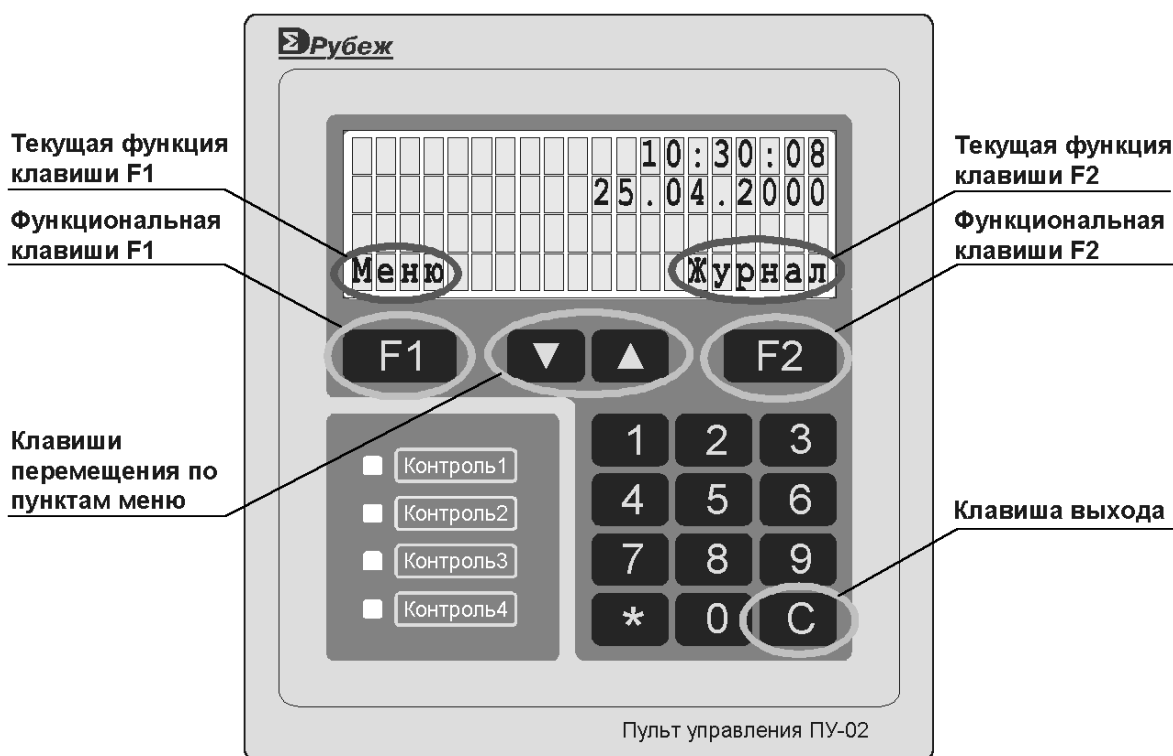
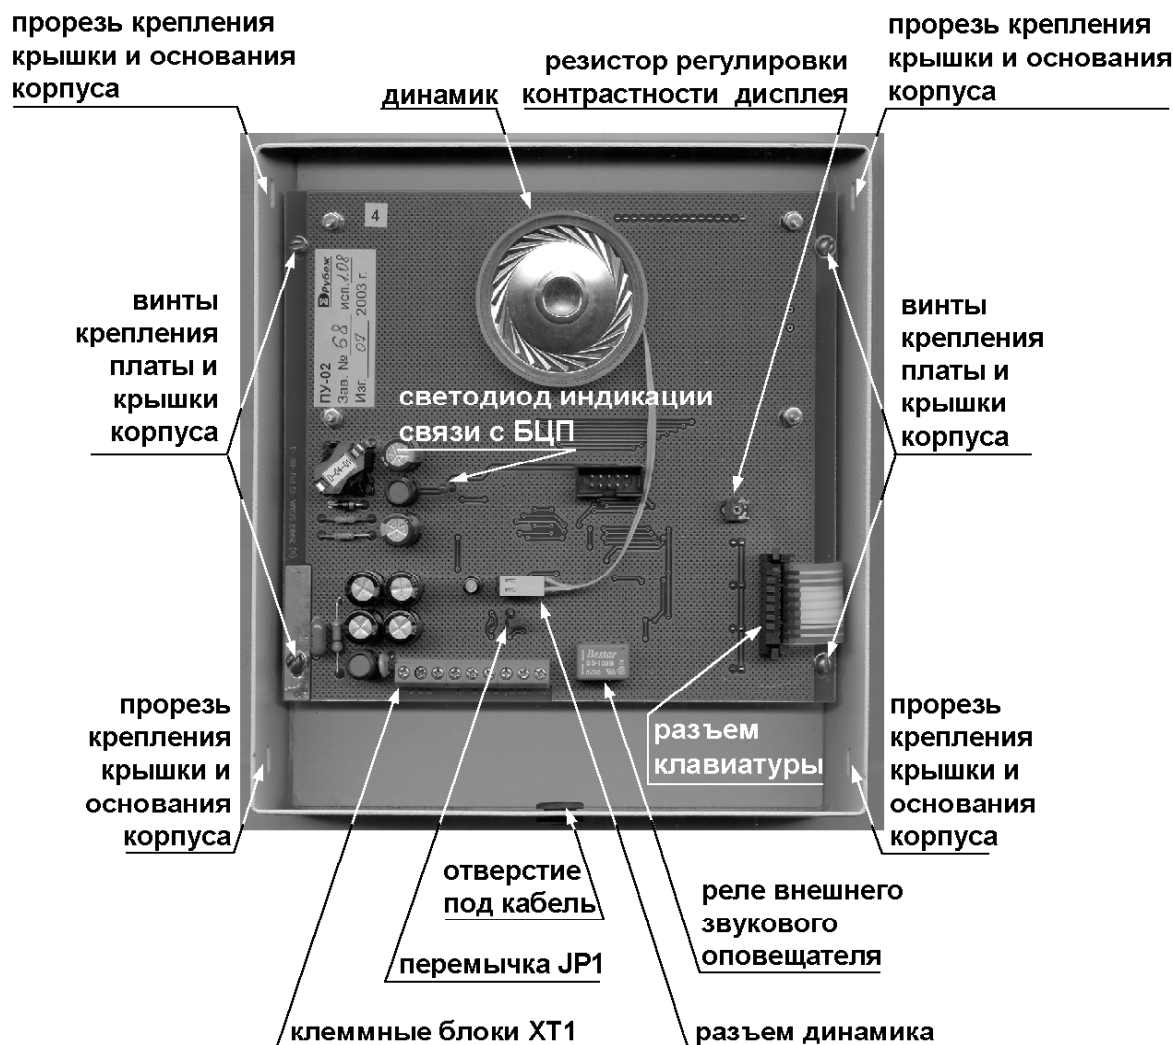
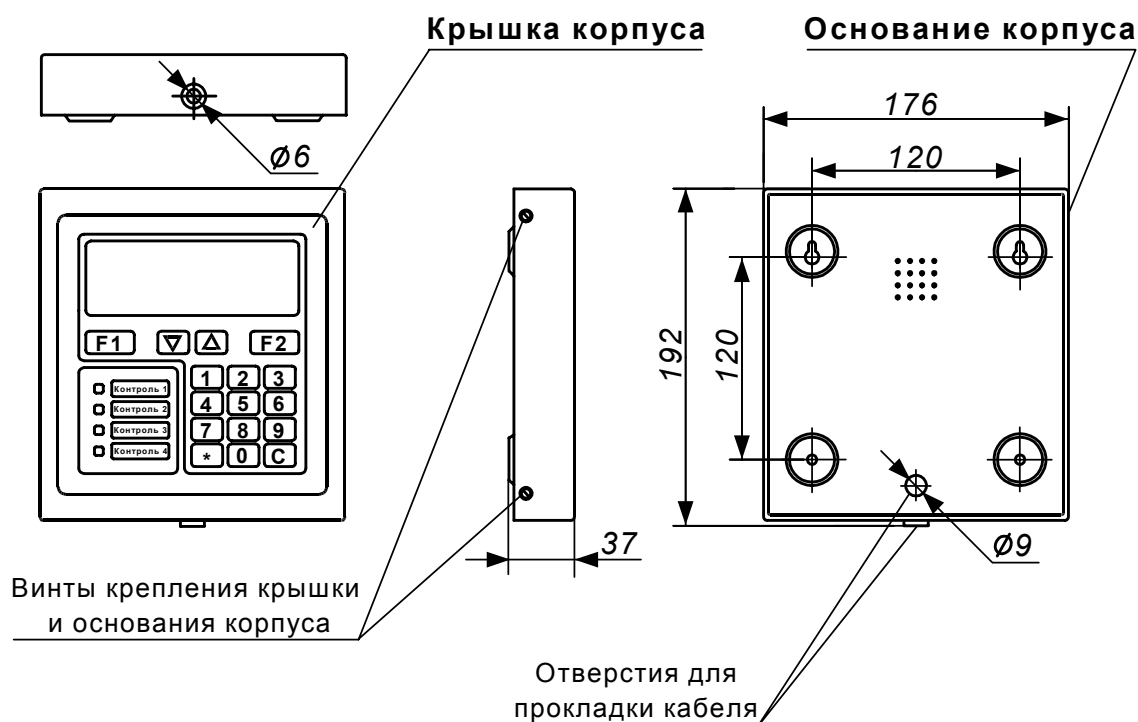

Рис. 1 Внешний вид ПУ
Рис. 3 Крышка корпуса ПУ (вид сзади)
Рис. 4 Габаритные и присоединительные размеры
В составе прибора ПУ (Рис. 1) используется в качестве сетевого устройства и подключается по линии связи к БЦП по интерфейсу RS-485. Если ПУ является последним устройством в линии RS-485 – необходимо установить перемычку JP1 согласующего резистора (120 Ом).
- клавиша **F1** служит для выбора текущей функции (см. Рис. 1);
- клавиша **F2** служит для выбора текущей функции (см. Рис. 1);
ПУ конструктивно выполнен в металлическом разъемном корпусе (Рис. 1, Рис. 3, Рис. 4) и состоит из крышки (Рис. 3) и основания корпуса (Рис. 4). Корпус ПУ обеспечивает степень защиты оболочки IP20. На боковых сторонах крышки корпуса расположены прорезы для винтов крепления крышки и основания корпуса. На нижней стороне крышки и основания корпуса предусмотрены отверстия для прокладки кабеля. Есть возможность прокладки кабеля через отверстие в основании корпуса (при поставке в отверстие вставлена заглушка).
Плата скреплена с крышкой корпуса – 4-мя винтами (см. Рис. 3).
Для закрепления ПУ на вертикальной поверхности в основании корпуса предусмотрены отверстия крепления (Рис. 4).
Габаритные и присоединительные размеры ПУ показаны на Рис. 4.